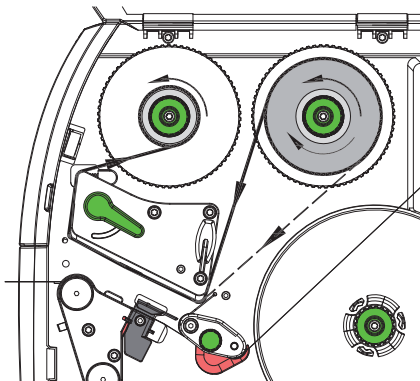

Bild 26 Transferfolienlauf
5. Transferfolienrolle (1) festhalten und Drehknopf am Abwickler (3) gegen den Uhrzeigersinn drehen, bis die Transferfolienrolle fixiert ist.
6. Geeigneten Transferfolienkern (4) auf den Transferfolienaufwickler (5) schieben und in gleicher Weise fixieren.
7. Transferfolie wie in Bild 26 durch die Druckbaugruppe führen.
8. Transferfolienanfang mit einem Klebestreifen am Transferfolienkern (4) fixieren. Hierbei die Rotationsrichtung des Transferfolienaufwicklers entgegen dem Uhrzeigersinn beachten.
9. Transferfolienaufwickler (5) entgegen dem Uhrzeigersinn drehen, um den Transferfolienlauf zu glätten.
10. Hebel (6) in Uhrzeigerrichtung drehen, um den Druckkopf zu verriegeln.